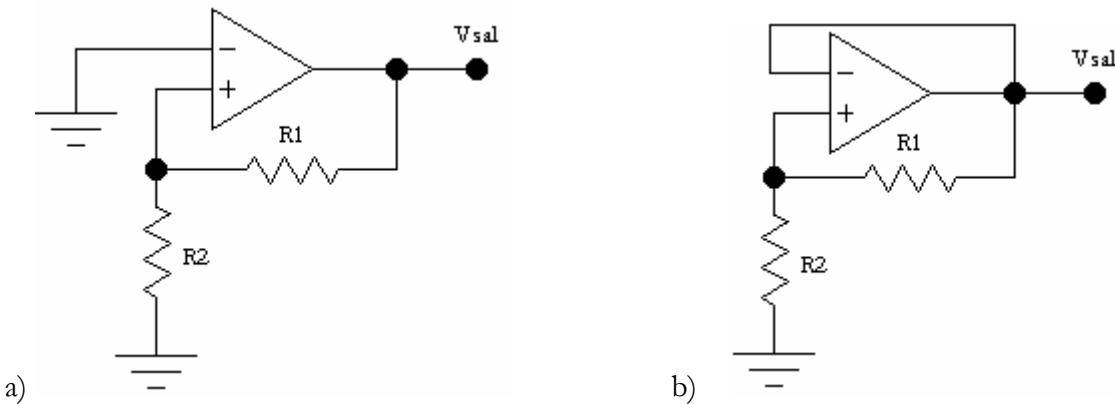

Figura 3
3. Suponga que los dos amplificadores operacionales de la figura 3 tienen una impedancia de entrada infinita y que R_2 es mucho menor que R_1 .
- Si el circuito de la figura 3 a) ya está oscilando a una dada frecuencia, ¿puede mantenerse esta oscilación en el tiempo?. Explique.
- Por otro lado, si el circuito de la figura 3 b) ya está oscilando a una dada frecuencia, ¿puede mantenerse esta oscilación en el tiempo?. Explique.
supresor de banda. A la frecuencia de resonancia, la entrada inversora queda prácticamente a tierra como en el circuito de la figura 3-a. Por otro lado, para frecuencias diferentes a la de resonancia, la ganancia es aproximadamente uno y el oscilador se asemeja al circuito da la figura 3-b. Esto explica por que solamente se puede mantener una oscilación a la frecuencia de resonancia del filtro.